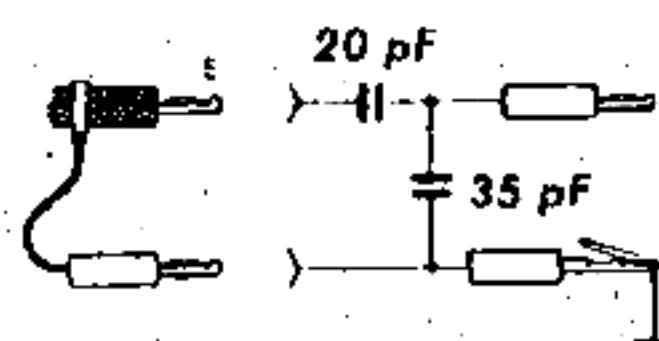

Abb. 13
- Künstliche Antenne für Abgleich- und Empfindlichkeitsmessungen verwenden gemäß Abb. 13.
Hinweis: Bei den Meßsendern der Fa. Neuwirth Type EP 104 A und EP 104 B entfällt die zusätzliche künstliche Antenne nach Abb. 13, wenn für diese Meßsender eine aufsteckbare künstliche Antenne vorhanden ist.